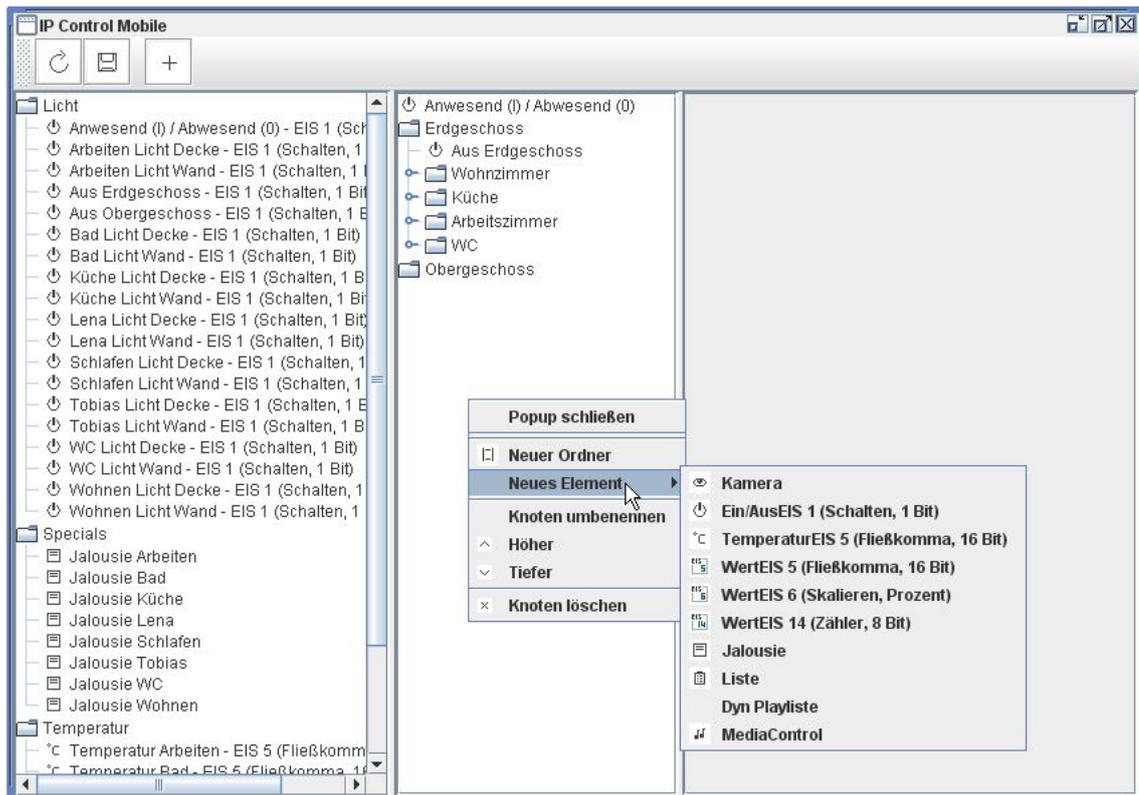

Bild 24: IP-Control Mobile – Editor und Kontextmenü
- Wechseln Sie über das Menu **Fenster > IP-Control Mobile** in den IP-Control Mobile – Editor (Bild 24).